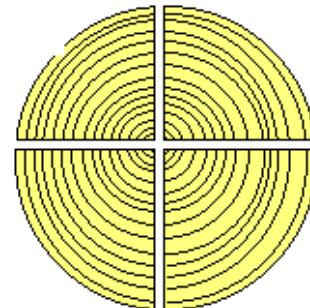

Figura 1
1.º se corta el tronco en sentido longitudinal en cuatro piezas según figura 1